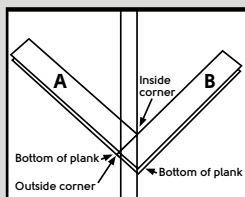

Fig. 5
5. Dit is de starhoek. Opmerking: Langs alle wanden of opstaande randen moeten afstandshouders van 5 mm worden gebruikt. (Fig. 5).
6. Lijn de rand van de buitenhoek van plank 'A' uit met de binnenhoek op de andere lijn (Fig. 5).